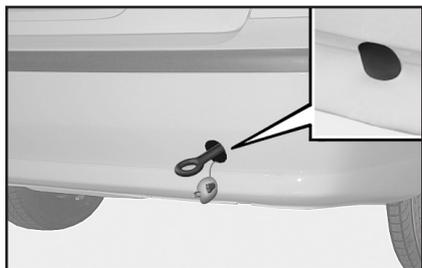

рис. 43
- 2) Установив отвертку в углубление, выполненное в заглушке, извлеките ее из заднего (рис. 43) или переднего (рис. 44/a) бампера.
- 3) Наверните проушину до упора на задний (рис. 43) или передний (рис. 44/b) резьбовой штырь.